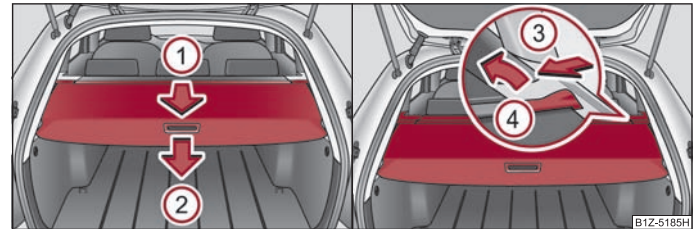

Fig. 61 Portbagajul: masca rulată din portbagaj / extragerea măștii rulante din portbagaj
- Trageți masca rulată din portbagaj până la limită în sensul indicat ① în poziția asigurată ⇒ fig. 61.
Dacă doriți să utilizați tot portbagajul, puteți demonta raftul din portbagaj ⇒ pagina 57, fig. 61.